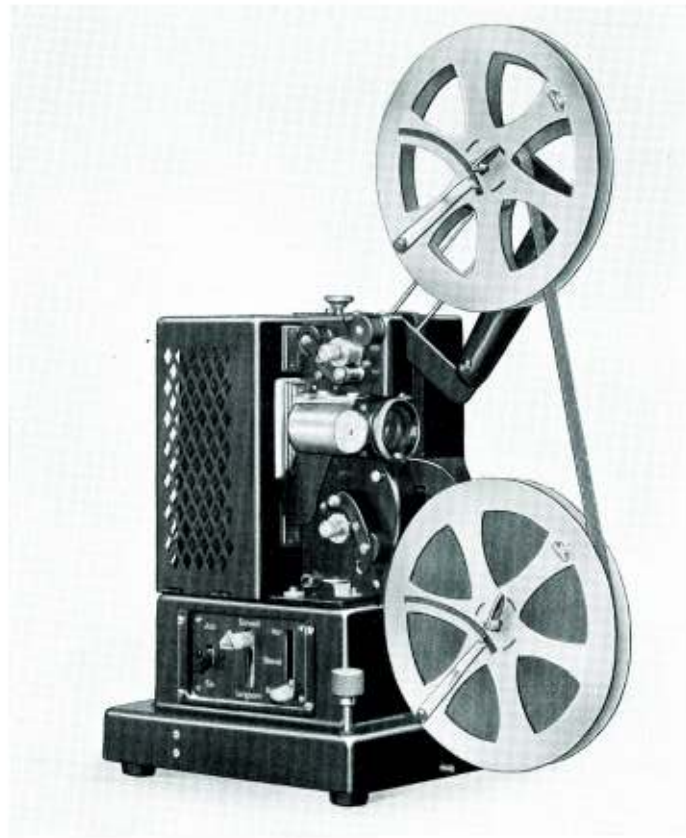

Bild 12. Umspulen des Films.
1. Filmende in obere leere Spule einfädeln (Bild 12).